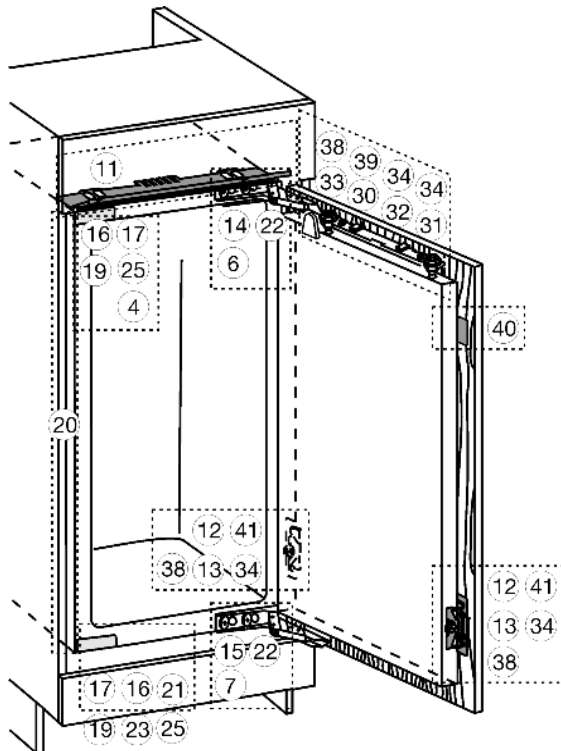
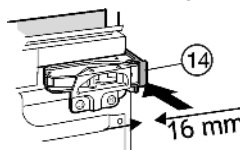
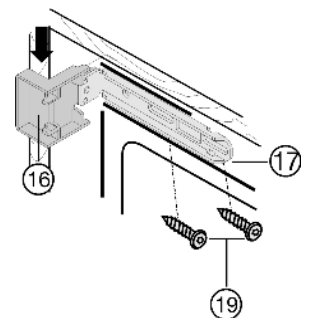
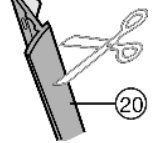

Fig. 9
Fig. 13
Fig. 14
Fig. 15
- ▶ Retirer les caches Fig. 9 (4,6,7).
- ▶ Clipser l'élément d'écartement Fig. 13 (14) et l'élément d'écartement Fig. 9 (15) sur la charnière.
- ▶ Mettre le cache Fig. 14 (16) en haut et le cache Fig. 14 (17) en bas sur les étriers.
- ▶ Fixer les étriers Fig. 14 (17) en haut avec des vis Fig. 14 (19) et en bas avec des vis Fig. 9 (19) afin qu'ils puissent encore un peu bouger à gauche et à droite.
- ▶ Retirer le film protecteur de la baguette de recouvrement Fig. 15 (20).
- ▶ Placer la baguette de recouvrement Fig. 15 (20) sur l'arête du cache Fig. 14 (16) côté poignée en alignement avec la façade puis la coller sur la paroi latérale de l'appareil.
- ▶ Si nécessaire, raccourcir la baguette de recouvrement Fig. 15 (20) en bas : l'extrémité de la baguette de recouvrement Fig. 15 (20) doit dépasser de 3 mm sur le bord supérieur de l'étrier du bas Fig. 9 (17).
- ▶ Insérer l'appareil jusqu'à ce que les caches Fig. 14 (16) touchent Fig. 14 la paroi latérale du meuble.
- ▶ Respecter les dimensions d'encombrement (épaisseur des éléments de butée de porte) : faire dépasser les charnières et les caches Fig. 14 (16) en tenant compte des dimensions d'encombrement.
- ▶ Mettre l'appareil de niveau en ajustant les pieds réglables à l'aide de la clé plate Fig. 9 (21) fournie.